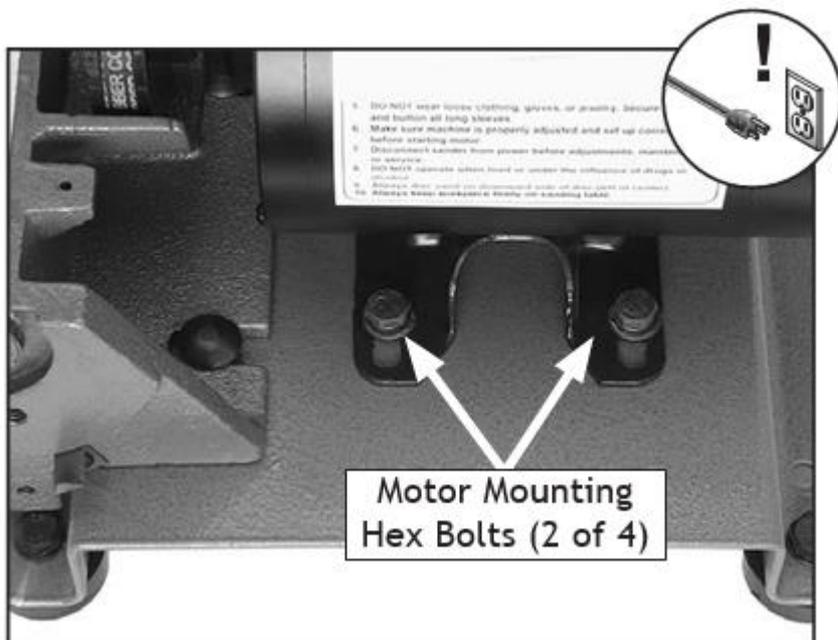

Рис. 6. Болты с шестигранной головкой для крепления двигателя (2 из 4, если смотреть сверху).
1. С помощью гаечных ключей диаметром 13 мм открутите четыре болта с шестигранной головкой для крепления двигателя (рис. 6), чтобы можно было отрегулировать положение двигателя на следующих этапах.